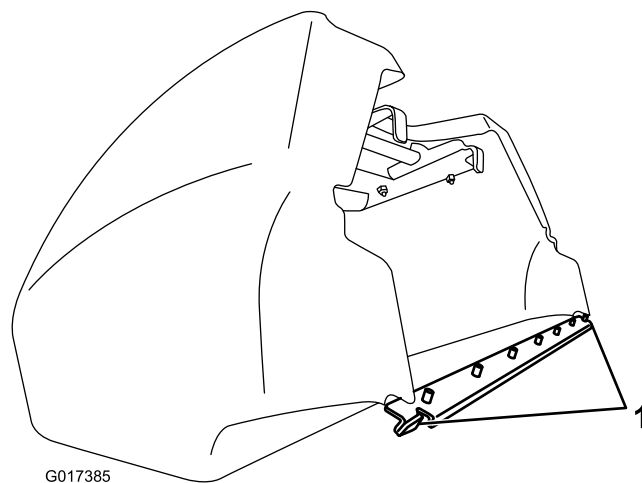

図 10
**重要** もしバスケットを落としてしまった場合には、バスケットの下側リップにあるピッチアームの接点（図 10）が破損していないか点検してください。曲がっている場合には真っ直ぐに直してから使用してください。ピッチアームが曲がったままの状態ではバスケットを使用するとリールを破損させる恐れがあります。